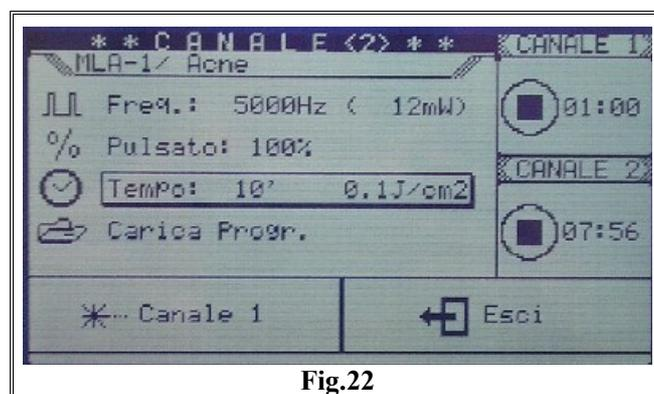

Fig.22
- premendo nuovamente il tasto STOP l'emissione termina definitivamente (Fig.22).